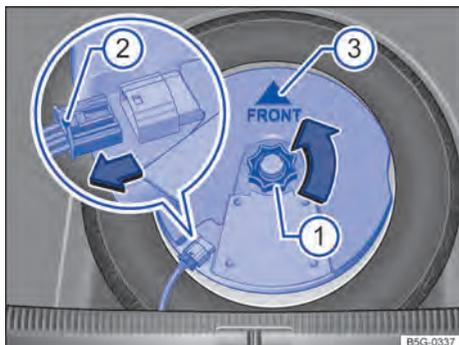

Fig. 249 No compartimento de bagagem: remover o subwoofer (variante 2).
- Desrosquear o manipulador → Fig. 249 (1) no sentido anti-horário (seta).
- Para destravar o conector, pressionar o travamento a extremidade do conector (2).
- Colocar o subwoofer cuidadosamente na base do aro. A ponta do símbolo da seta "FRONT" → Fig. 249 (3) no subwoofer deve indicar para frente.
- Inserir o conector até que o travamento (2) se trave de maneira audível.
- Girar o manipulador (1) no pino rosqueável no sentido anti-horário até que o subwoofer fique preso com segurança.